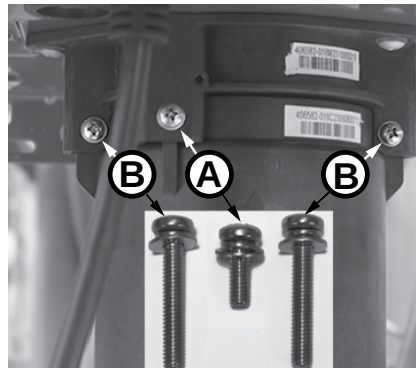

Figura 215 - Identifique los tornillos del cartucho.
6 Ubique los tres (3) tornillos que fijan el cartucho X3®/de derivación, como se muestra en la Figura 215. Retire el tornillo **A** M4-12 mm y los dos tornillos **B** M4-25 mm del cartucho. Deje los tornillos a un lado en un lugar seguro para volver a instalarlos.